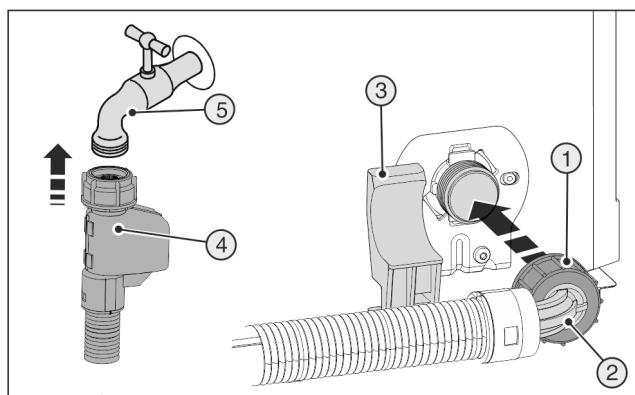

Fig. 22
- Прямой конец шланга Fig. 22 (4) подсоедините к запорному крану Fig. 22 (5).